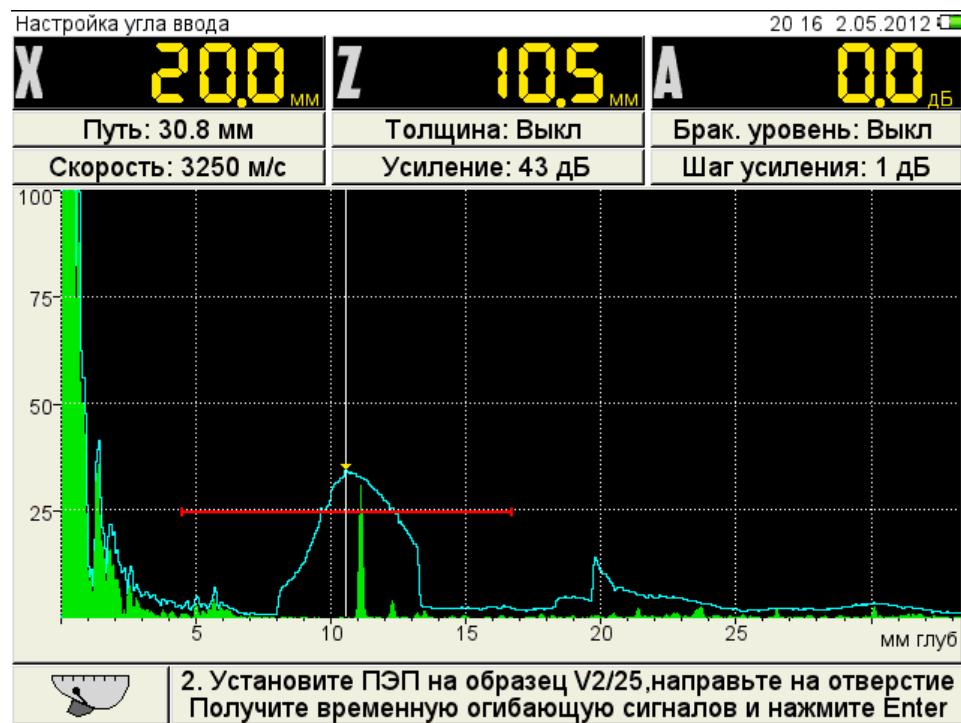

Рисунок 10
- просканировать отверстие в образце (рисунок 10), получить временную огибающую сигналов и нажать клавишу ;